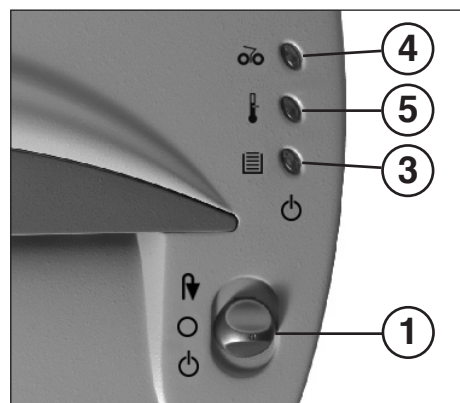

fig. 1
1 = Sélecteur de fonction (fig. 1)
3 = Voyant de contrôle (fig. 1)
„bourrage matériel“ (fig. 1)
5 = Voyant de contrôle (fig. 1)
- Mettre le sélecteur de fonction (1) (fig. 1) en position „“. Le voyant de contrôle (3) (figure 1) s'allume (vert).
Faites bien attention de mettre l'appareil hors circuit pendant la nuit en actionnant le sélecteur de fonction (1) (fig. 1) en position „O“.